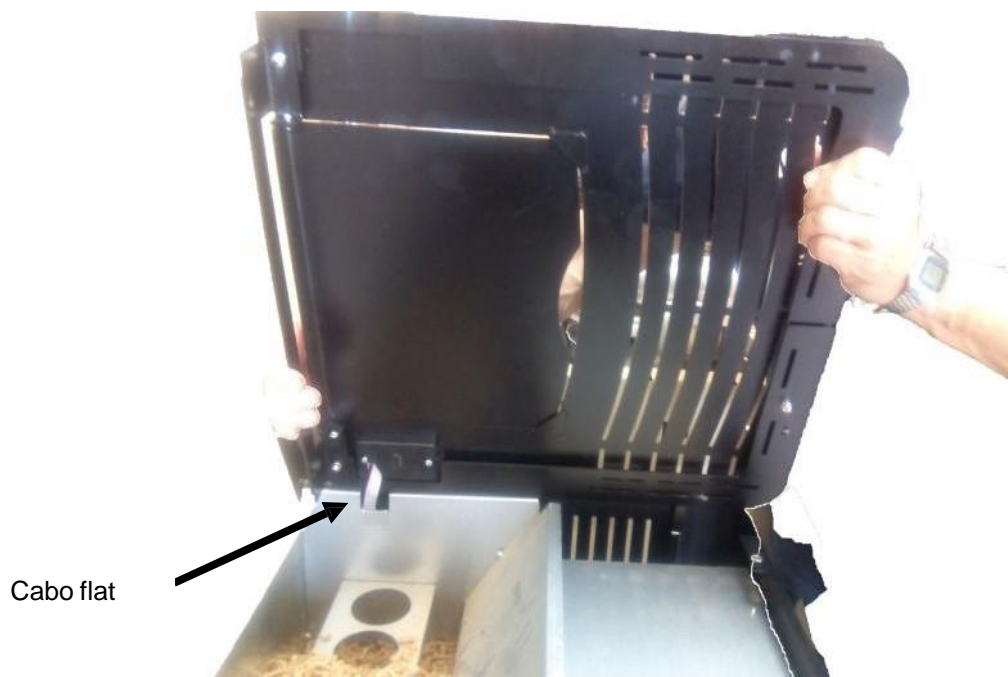

Figura 7.5
2) Retirar o topo com cuidado, inclinando para o lado que está conectado o cabo flat do display e ter atenção para o mesmo não se danificar (ver **Figura 7.5**).